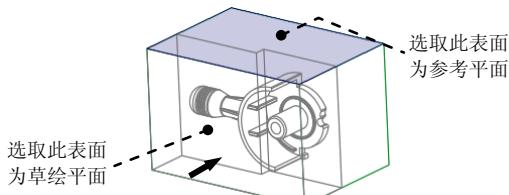

图 10.35 定义草绘平面
(1) 选择命令。单击 **编辑模具体积块** 功能选项卡 **形状** ▾ 区域中的 **拉伸** 按钮，此时系统弹出“拉伸”操控板。
(2) 定义草绘截面放置属性。在图形区右击，从系统弹出的菜单中选择 **定义内部草绘...** 命令；在系统 **选择一个平面或曲面以定义草绘平面** 的提示下，选取图 10.35 所示的坯料表面为草绘平面，接受默认的箭头方向为草绘视图方向，然后选取图 10.35 所示的坯料顶面为参考平面，方向为 **上**。然后单击 **草绘** 按钮。